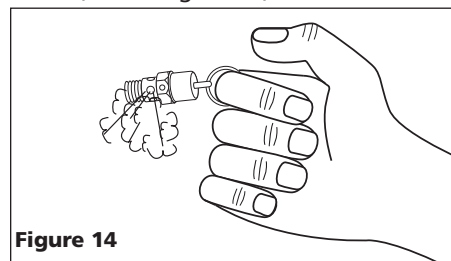

Figure 14
- b. Porter des lunettes de sécurité, tirer l'anneau sur la soupape de sûreté pour dégager la pression du réservoir du compresseur. Il faut se protéger de l'air se déplaçant rapidement et pouvant être délogé, ne permettez pas à l'air se déplaçant rapidement d'être dirigé vers votre visage (voir la Figure 14).